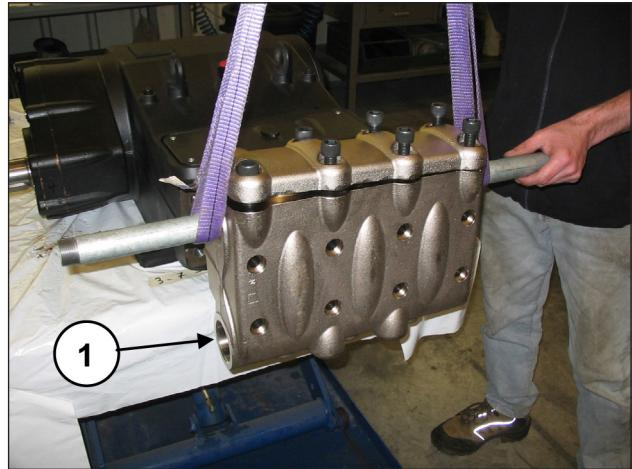
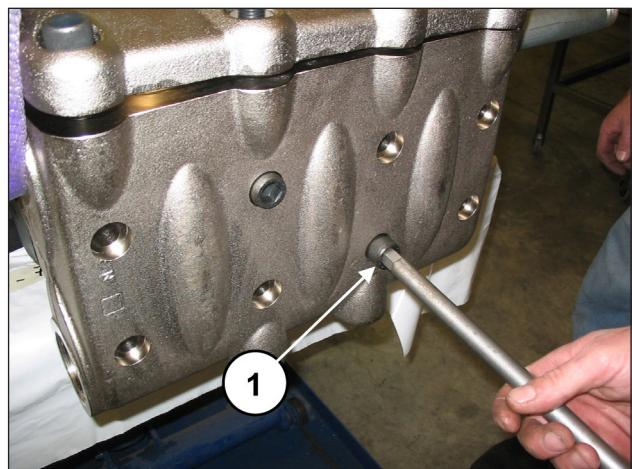

Fig. 117
Fig. 118
Monter la tête hydraulique sur le carter de pompe (rep. ①, Fig. 117) en prenant garde de ne pas heurter les pistons et visser les 8 vis M16x180 (rep. ①, Fig. 118).
Serrer les 8 vis M16x180 en partant des 4 vis internes et en les croisant (voir Fig. 117), puis passer aux 4 vis externes, toujours en croix